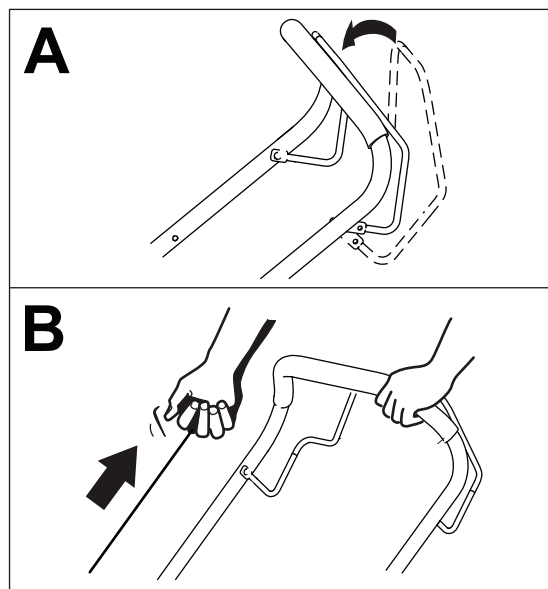

Figura 13
6. Mantenha a barra de controlo da lâmina encostada à pega (A da Figura 13).
7. A partir do motor, puxe a pega do arranque manual com cordão (B da Figura 13).